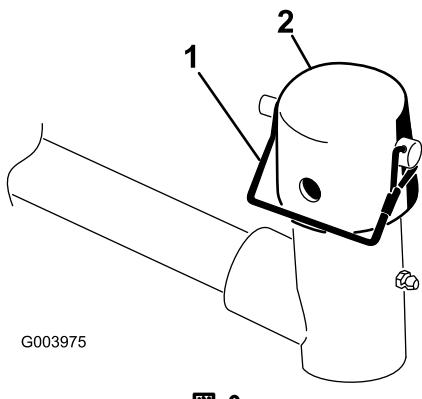

図 6
7. 昇降アームのピボットヨークからスナップピンとキャップを取り(図 6)。
11. スナッパピンを使って、キャップとキャリアフレームのシャフトとを昇降アームのヨークに固定する。カッティングユニットをステアリングモードで使う場合はスロットを使い、固定モードで使用する場合には、穴を使う（図 6）。